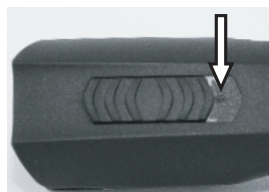

Fig. 4 Interruptor em posição OFF ("0")
1. Teste os contactos da máquina (1) e da bateria (2) verificando se os mesmos estão limpos.
2. Assegure-se de que o interruptor da máquina de tosquia está na posição OFF ("0") (Fig. 4).
3. Insira a bateria (2) na máquina de tosquia (3) até que o engate da bateria (1) esteja engatado em ambos os lados.
4. Coloque a máquina de tosquia com a bateria colocada (1) ou a bateria sozinha (2) assegurando-se da correta ligação dos contactos com as cavidades de ligação da base de carga.
6. A bateria está a carregar. Durante a carga a luz de controlo do LED é vermelha (3). Logo que a bateria esteja carregada a 90%, no mínimo, a luz fica verde e a base de carga passará a ser mais lenta.
7. Segure firmemente a base de carga com uma das mãos ao retirar a máquina (1) ou a bateria adicional (2).
1. Coloque o interruptor na posição OFF ("0") (Fig. 4).
2. Pressione o engate da bateria de ambos os lados (2) e retire a bateria (1).